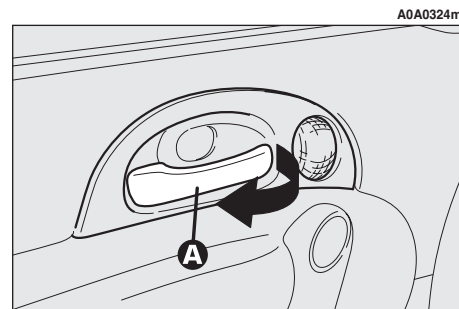

fig. 13
– Pour ouvrir la porte, tirer le levier (**A-fig. 13**).